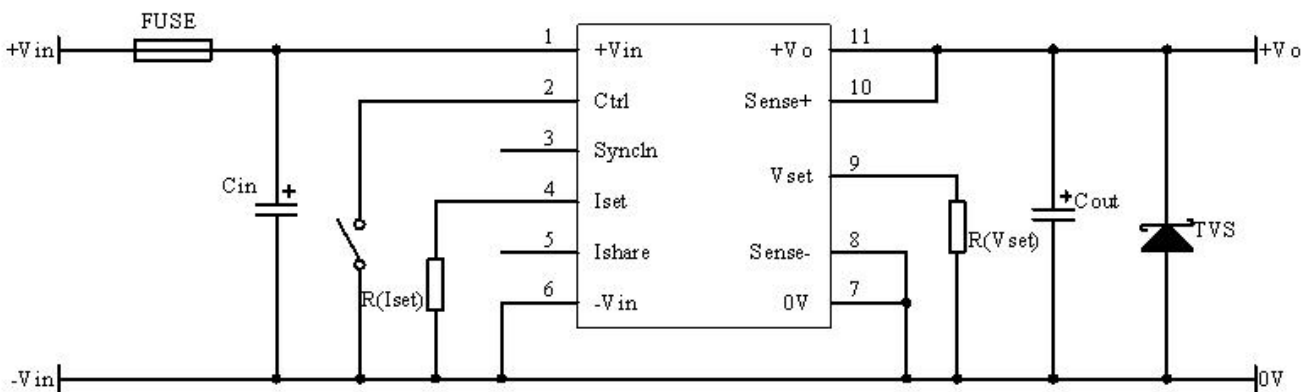

图 12 推荐测试电路
(1) 产品测试及应用时，请按照图 12 推荐的测试电路搭建外围；至少保障外接一个电解电容 C_{in} ($\geq 470\mu F$)，用于抑制输入端可能产生的浪涌电压；
(2) 如果产品输入端并联瞬变能量较大的电路（如并联电机驱动电路），或会导致产品输入电压被拉低，此时关注产品输入电压的波动，建议适当增大输入端电解电容 C_{in} 的容值，以保障输入端电压稳定，避免输入电压低于欠压保护点导致产品重复启动的情况；
(3) 如果产品输出端为感性负载时（如继电器、电机），建议增大输出电容 C_{out} 容值，并增加 TVS 管，用以滤除电压尖峰；
(4) 如需进一步减少输入输出纹波，可适当加大外接电容 C_{in} 、 C_{out} 容值或选用串联等效阻抗值小的外接电容；
(5) 使用 Ctrl 时，可直接与 -Vin (Pin6) 短接实现输出使能控制；